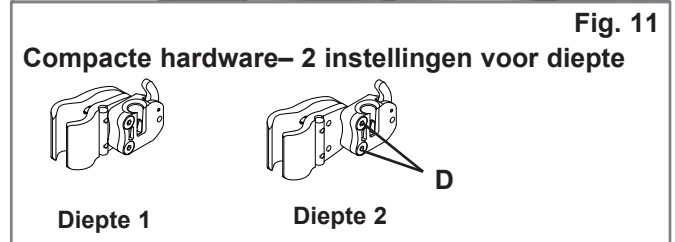
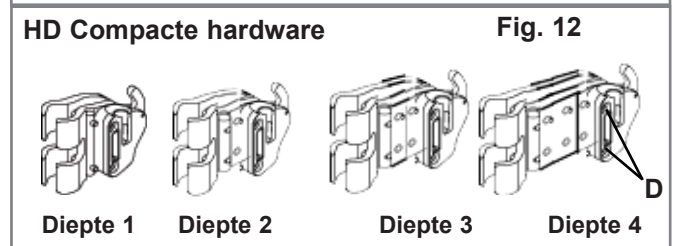

Fig. 11
Fig. 12
### 2. Aanpassingen diepte/hoek (Figs. 11, 12 & 13)
Let op dat er twee soorten materiaal kan worden besteld: de standaardmaat (Fig. 11) en het langere, verstelbare materiaal (Fig. 12). Het materiaal wordt op dezelfde wijze aangepast, maar de standaard rugsteun kan 4.4 cm in diepte worden versteld, (Fig. 11), terwijl de uitgebreide rugsteun 7.5 cm in diepte aangepast kan worden (Fig. 12).
- Indien er meer diepte nodig is, verwijder dan de rugsteun uit de beugels. Verwijder de schroeven (Figs. 11-D, 12-D) van de beugel met behulp van bijgeleverde 4mm inbussleutel en stel de rugsteun op de gewenste diepte in. Opmerking: Het wordt sterk aanbevolen om een geschikt, gemiddeld sterk schroefdraadborgingsmiddel (bijv. Loctite 243) aan te brengen op de houder en de schroefkoppen, voordat de rugsteun wordt teruggeplaatst. Draai de schroeven tot 25-35 in-lbs. (2,8 - 4 Nm).